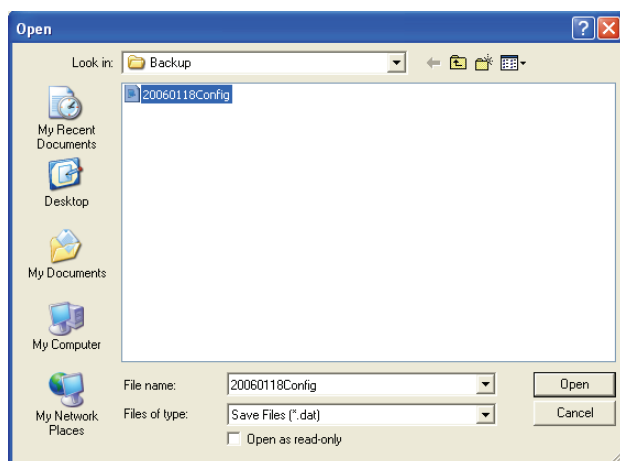

figura 8.24: Ventana Open configuration file
- 1 Desde el menú principal, haga clic en el botón Open configuration file. Aparecerá la siguiente ventana (véase figura 8.24).